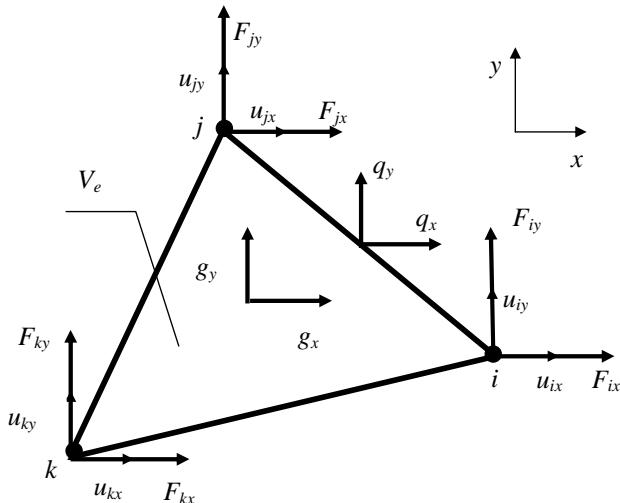

Рис. 1.7
Плоский треугольный конечный элемент с тремя узлами показан на рис. 1.7. Рассмотрим его в общей системе координат  $x, y$ .
После интегрирования (74) с учетом постоянной интенсивности  $\{g\}_e$  в объёме  $V_e$  для треугольного конечного элемента (см. рис. 1.7) будем иметь
Систему уравнений (79) можно обосновать иначе. Заменим напряжения на боковых гранях элемента эквивалентными в энергетическом смысле узловыми силами  $\{F\}_e$  (см. рис. 1.7). На основании принципа возможных перемещений для находящегося в равновесии упругого элемента должно выполняться равенство